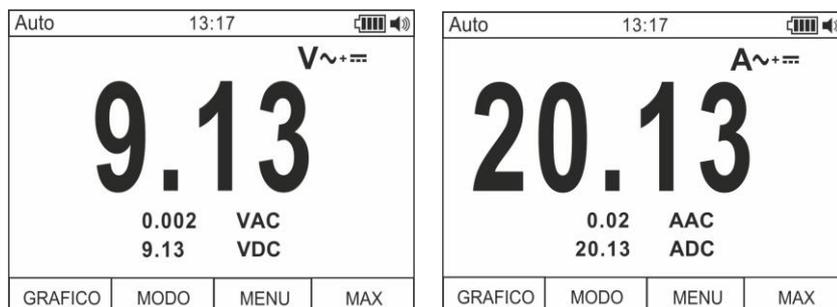

Fig. 3: Descrição da medição de tensões e correntes CA+CC
2. Premir o botão **F2** selecionando as modalidades " $V \sim + \sim$ " ou " $A \sim + \sim$ " (ver Fig. 3)